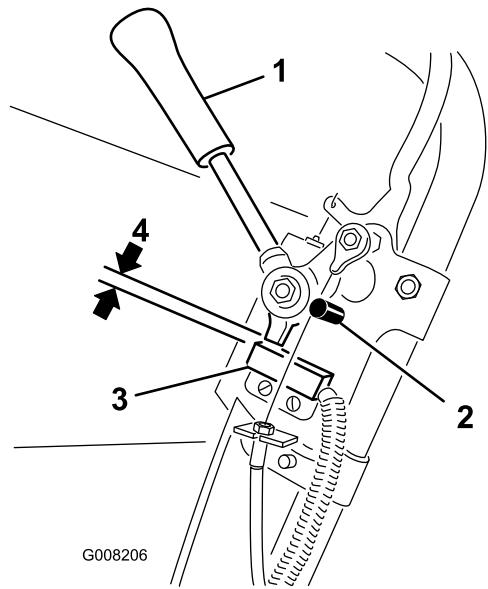

図 28
1. エンジン停止、走行レバーが解除されてニュートラル・ストップにあることを確認する（図 28）。
2. スイッチ（図 28）を固定しているネジをゆるめる。
3. 走行レバーとスイッチ（図 28）の間に0.8 mmのすきまゲージをはさむ